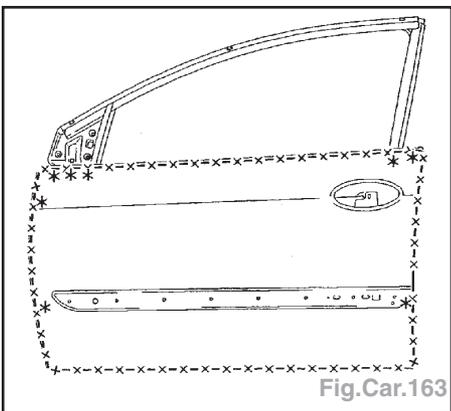

Fig.Car.163
- Dégraffer les points à l'aide d'une fraise de Ø 8 mm (Fig.Car.163).
- Poser le panneau de porte. Souder par points électriques (Fig.Car.163).